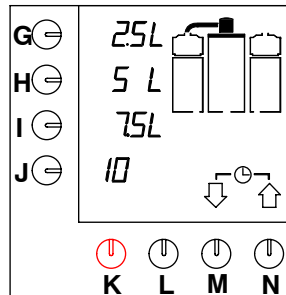

Fig. 5 Display con las opciones estándar
- El piloto indicador del interruptor se encenderá. El display mostrará las opciones estándar, ver fig. 5.